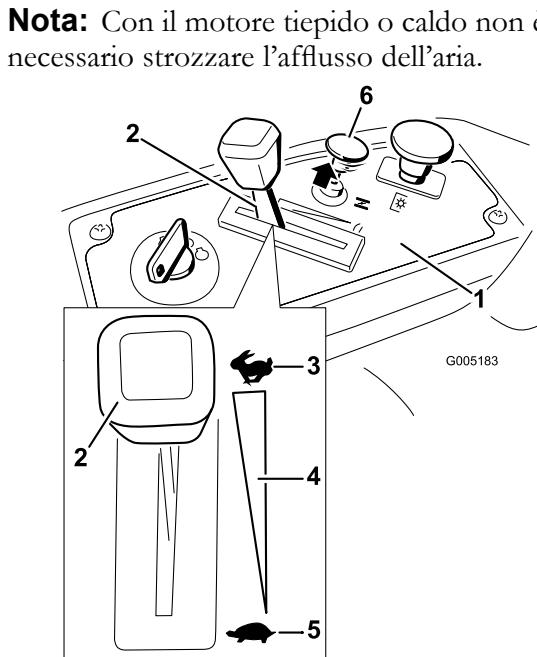

Figura 11
3. Tirate verso l'alto il comando dello starter prima di avviare il motore a freddo (Figura 11).
3. Girate la chiave di accensione in posizione Off (Figura 11) e toglietela.